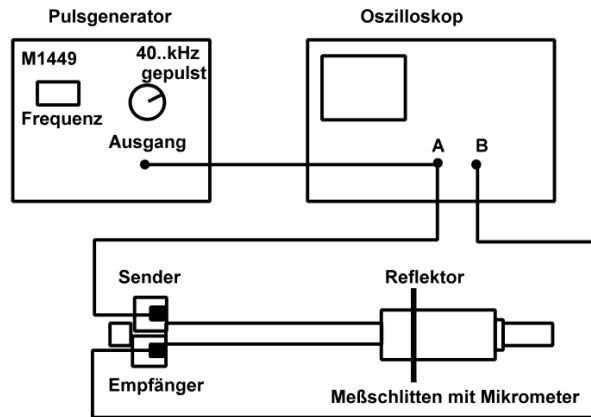

Abb. 4: Versuchsanordnung zu Aufgabe 4.
3. Bauen Sie die Versuchsanordnung entsprechend Abb. 4 auf. Montieren Sie Sender und Empfänger nebeneinander in die Fenster des hierfür vorgesehenen Kunststoffreflektors, so dass die Vorderseiten eine Fläche mit der Platte bilden. Bringen Sie in einiger Entfernung (etwa 80 cm) den zweiten Kunststoffreflektor auf dem Messschlitten an. Wählen Sie jetzt am Pulsgenerator die Betriebsart "40...kHz gepulst". Das 40 kHz Signal des Pulsgenerators liegt nun für etwa 0,6 ms am Ausgang an, in den folgenden 40 ms bis 60 ms (einstellbar mit dem Drehschalter PULSFOLGEZEIT) ist das Signal abgeschaltet, bevor der nächste Wellenzug beginnt. Das Pulsgeneratorsignal wird wieder mit Kanal 1 des Oszilloskops gemessen. Der Kanal 2 des Oszilloskops zeigt das Empfängersignal relativ zum Eintreffen des Sendersignals. Durch die Laufzeit des Signals vom Sender zum Reflektor und zurück zum Empfänger kommt der reflektierte Puls verzögert an. Die Pause zwischen den Pulsen des Senders ist so lange, dass man den wiederholt reflektierten Puls im Empfängersignal mit abnehmender Amplitude sieht. Da sowohl der Sender als auch der Empfänger das rechteckig modulierte Pulsgeneratorsignal verformen, sieht das gemessene Empfängersignal nicht mehr rechteckig aus. Aus diesem Grund ist es auch schwierig, den genauen Einsatzpunkt des reflektierten Pulses festzustellen. Dies ist der Hauptgrund für die nur mäßige Genauigkeit, mit der die Laufzeit des Signals gemessen werden kann.